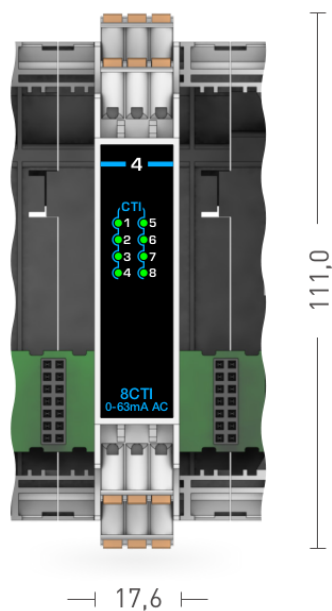
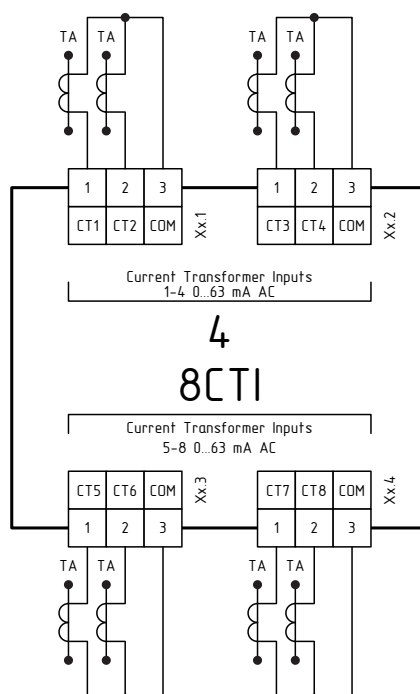

Рисунок 1.13 – Внешний вид модуля расширения MCU-4-8CTI
Рисунок 1.14 – Схема подключения модуля расширения MCU-4-8CTI
- Внешний вид и схема подключения приведены на рис. 1.13 и рис. 1.14.